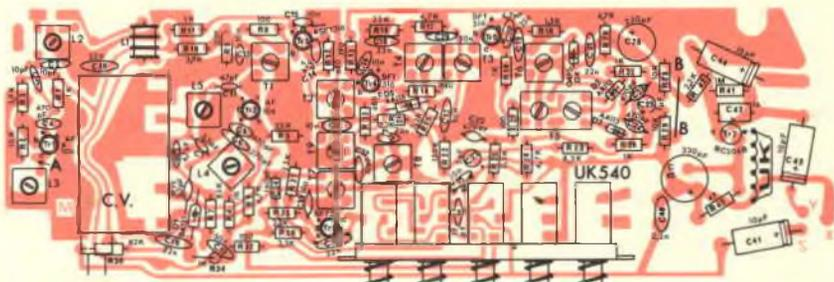

Fig. 3 - Serigrafia del circuito stampato del sintonizzatore.
Per facilitare il montaggio dei componenti del sintonizzatore è doveroso attenersi scrupolosamente a quanto è riportato in fig. 3.
- Montare i transistori da TR1 a TR7 e usare una certa cautela durante la saldatura dei rispettivi terminali i quali devono essere inseriti come indica la fig. 3 evitando di invertirli fra loro.
- Montare i trasformatori di media frequenza secondo la colorazione seguente: T1 rosa - T2 arancio - T3 verde - T4 bianco - T5 azzurro e nero - T6 nero - T7 rosso - T8 e T9 giallo. Per il montaggio delle induttanze (senza schermo metallico), occorre anche in questo caso fare molta attenzione ai relativi colori che sono così suddivisi: L2 blu - L3 rosso - L4 bianco - L5 verde. L'induttanza L1 è riconoscibile dalla sua forma caratteristica raffigurata sulla basetta c.s. e nella fig. 3.